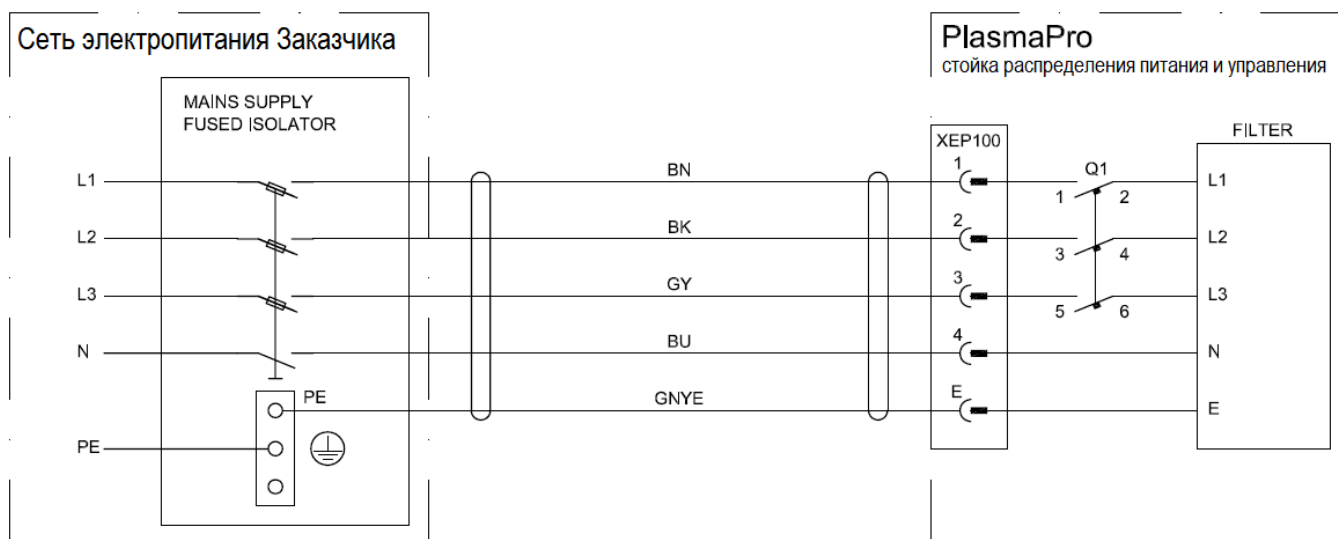

Рисунок 7 Рекомендуемая схема подключения
2. Внешние предохранители / автоматы должны быть рассчитаны на работу со значением Q1(рисунок 7) внешнего блока питания.